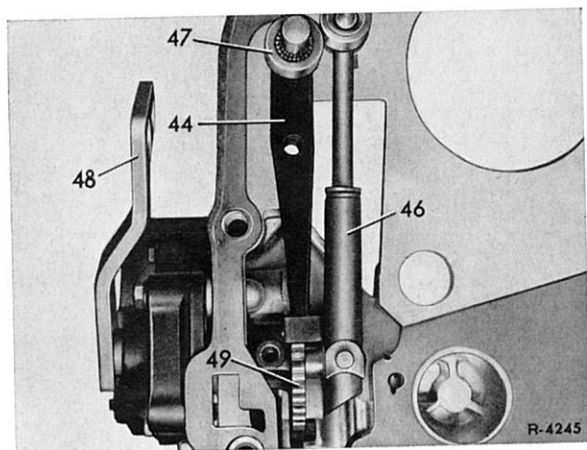

Bild 27-1/20
28 Bereichswahlhebel (48) herausziehen und Rastenplatte (49) mit federndem Gestänge (46) aus dem Getriebegehäuse herausnehmen. Nadellager (47) abnehmen (Bild 27-1/20).